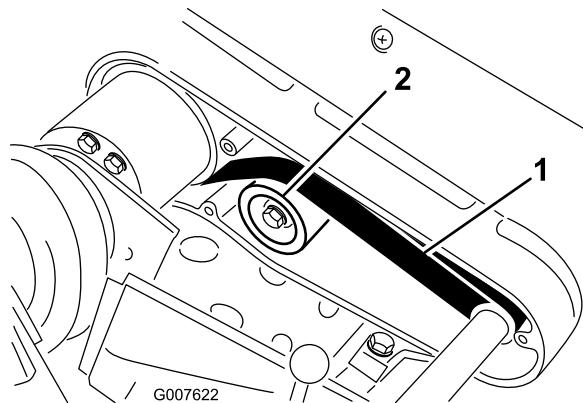

Figura 32
2. Verifique a tensão pressionando a correia a meio curso entre as polias (Figura 32) com uma força de 2,3 a 2,7 kg. A correia deverá flectir-se 6 mm.
- A. Desaperte a porca de montagem da polia intermédia e incline-a para o lado de trás da correia até que obtenha a tensão desejada da correia (Figura 32).